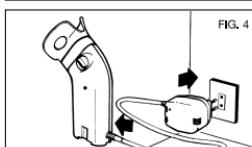

FIG. 4
4. Brancher l'appareil au réseau au moyen du transformateur comme indiqué en figure 4. Celle-ci doit être placée de manière à ce qu'il ne soit pas difficile d'effectuer le débranchement du réseau électrique. Une fois l'application terminée, éteignez l'appareil et débranchez la fiche.